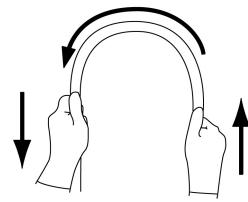

図2
5. 挿入部を両手で持ち、全長にわたって図2に示すように順次半円の頂点をすらすらと曲げたときに、適切な軟らかさを有しており、軟らかさが不連続になっているなどの異常がないこと。